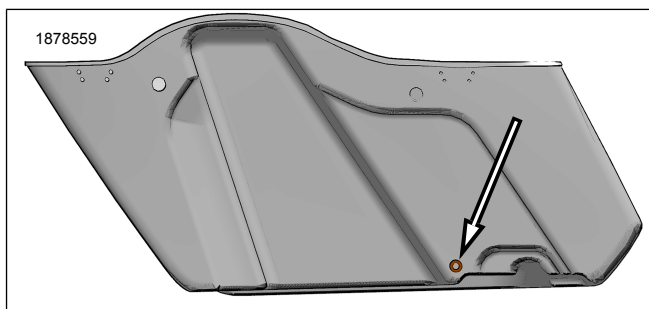

Figura 4. Localização da Perfuração do Orifício Inferior do Alforje
2. Ver a Figura 4. Perfure o fundo do alforje para passar cabos.